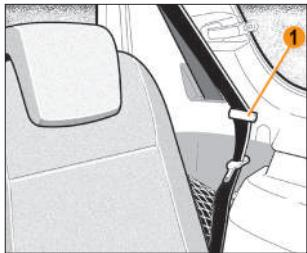

Рис. 2.3.4. Крючок для фиксации ремня безопасности
- пропустите ремни безопасности через крючки 1 (рис. 2.3.4);